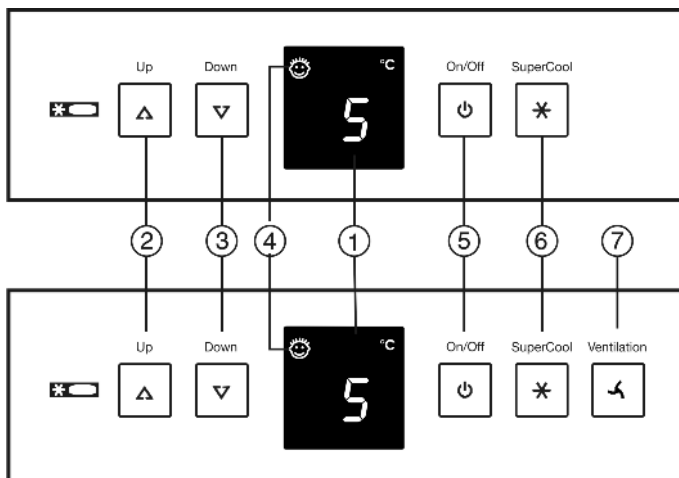

Fig. 2
- ▶ Toets On/Off Fig. 2 (5) indrukken.
- ▶ Instelmodus activeren: druk gedurende ca. 5 sec. op de toets SuperCool Fig. 2 (6).
- ▶ Met insteltoets Up Fig. 2 (2) en insteltoets Down Fig. 2 (3) kiezen.
- ▶ Bevestigen: druk kort op de toets SuperCool Fig. 2 (6).
- ▶ Display helderder instellen: druk op de insteltoets Up Fig. 2 (2).
- ▶ Display donkerder instellen: druk op de insteltoets Down Fig. 2 (3).
- ▶ Bevestigen: druk op de toets SuperCool Fig. 2 (6).